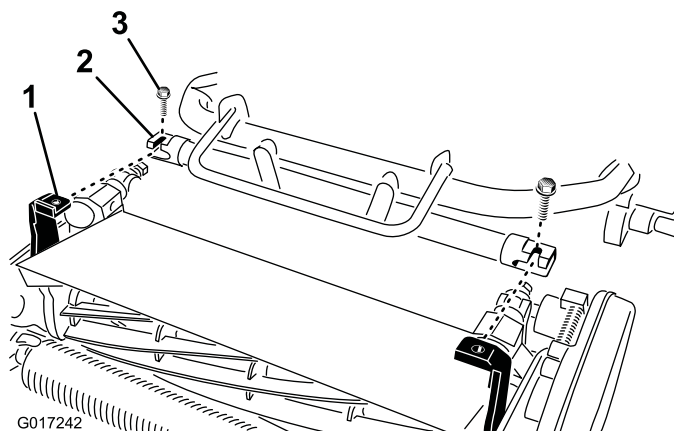

Рисунок 5
4. Продвигайте раму тягового блока вперед (Рисунок 5) до зацепления с шарнирными рычагами режущего блока.
5. Прикрепите раму тягового блока к шарнирным рычагам режущего блока двумя болтами (3/8 x 3/4 дюйма) (Рисунок 5).